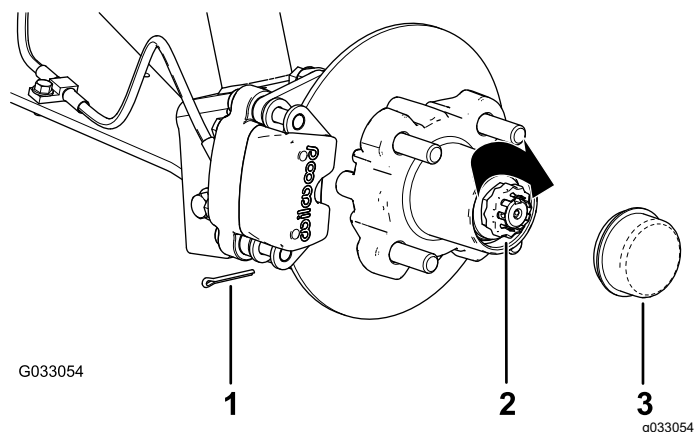

図 34
8. ナットの上からリテーナを取り付け、リテーナのスロットとスピンドルのスロットが整列しているかどうか確かめる 図 34。
- コッターピンを取り付け、ピンの足をリテーナに巻き付けるように曲げる 図 34。
- ハブにダストキャップを取り付ける 図 34。